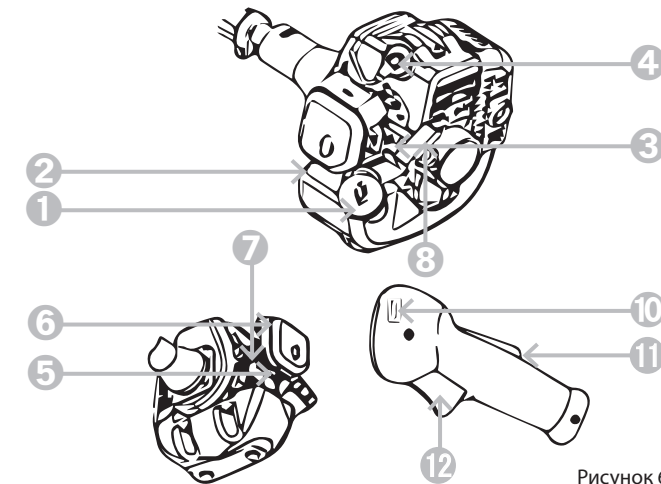

Рисунок 6.
- ❷ Заполните топливный бак (2) (см. рис. 6) и надежно закрутите крышку (1).
- ❸ Установите рычаг положения дроссельной заслонки (3) в положение «закрыто».
- ❹ Закачайте топливо в карбюратор (7), нажав несколько раз на кнопку подкачки топлива (5).
- ❺ При помощи рычага акселератора (12) и клавиши блокировки акселератора установите переключатель (10) в положение «старт».
6. Резко потяните за ручку пускового троса стартера (8), предварительно устранив свободный ход. Повторять до момента первого характерного выхлопа через глушитель.
7. Переведите рычаг регулировки положения дроссельной заслонки (3) в положение «открыто».
9. При однократном нажатии на клавишу блокировки акселератора (11) и рычага акселератора (12) двигатель перевернется в режим холостых оборотов. Частота вращения инструмента регулируется нажатием на рычагакселератора. Когда двигатель работает на холостых оборотах, режущий инструмент не должен вращаться.
Для выключения двигателя надо перевести переключатель (10) (см. рис. 6) в положение «ВЫКЛ». Двигатель заглухнет. После остановки на непродолжительный период времени двигатель можно запустить при открытом попожении дроссельной заслонки.